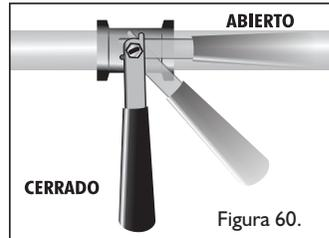

Figura 60.
- Que el maneral de la válvula de paso esté en la posición de CERRADO (Ver figura 60)